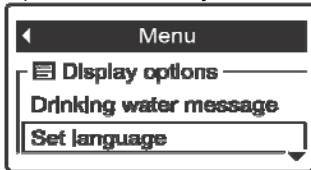

РИС. 102
1. Нажать кнопку ВЫБОР (O) для отображения экрана **Меню**.
2. Нажать кнопку ВНИЗ (▼) и прокрутить опции меню до подсветки надписи в рамке **Установить язык** (См. Рисунок 102). Нажать кнопку ВЫБРАТЬ (O).